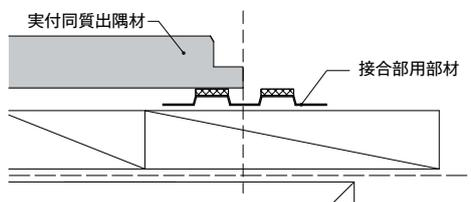

図1 実付同質出隅材の実端部
- ▶ 接合部用部材を、実付同質出隅の実端部が中心になるように配置する。(図1参照)